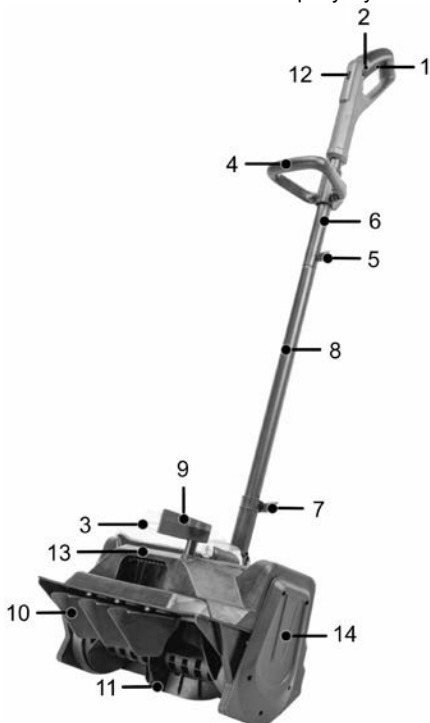

Рисунок 1
- поєднайте верхню частину штанги (6, рисунок 1) з отвором з'єднувального вузла на нижній частині штанги (8, рисунок 1) по відповідним спрямовувальним пазам (дивіться рисунок 2);
- після з'єднання частин штанги зафіксуйте їх бовтом зі смушковою гайкою (5, рисунок 1);
- поєднайте нижню частину штанги (8, рисунок 1) з отвором з'єднувального вузла на робочому блоці шнека по відповідним спрямовувальним пазам (дивіться рисунок 3);
- після під'єднання штанги зафіксуйте їх бовтом зі смушковою гайкою (7, рисунок 1);
- вставте акумуляторні батареї в батарейний відсік (3, рисунок 1) до чутного клацання (дивіться рисунок 5), це буде означати надійну фіксацію акумуляторів (для зняття акумуляторних батарей натисніть на важіль розблокування кожної батареї та витягніть їх);
- відрегулюйте напрямок викиду важелем регулятора (9, рисунок 1), дивіться рисунок 6;
- перевірте роботу пристрою (дивіться рисунок 7), спочатку натиснувши на кнопку розблокування (2, рисунок 1), а потім на пускову клавішу (1, рисунок 1).
- Запустіть снігоприбирач відповідно до інструкції. Швидкість руху залежить від глибини та важкості снігу. Відрегулюйте швидкість обертання шнека регулятором (12, рисунок 1, шість швидкостей).